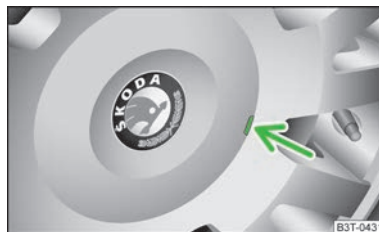

Fig. 144
- Scoateți cu atenție ornamentul de roată cu ajutorul mânerului de sârmă din trusa de scule » fig. 144.